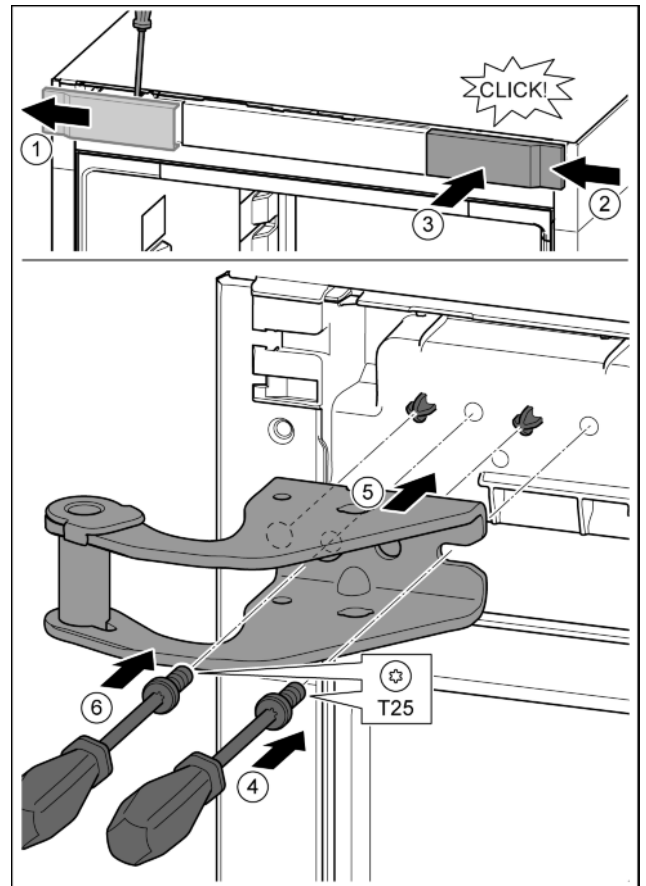

Fig. 13
- ▶ Libérer le cache avec un tournevis et le mettre de côté. *Fig. 13 (1)*
- ▶ Accrocher le cache tourné de 180° de l'autre côté à droite. *Fig. 13 (2)*
- ▶ Enfoncer le cache. *Fig. 13 (3)*
- ▶ Mettre en place la vis avec le tournevis T25. *Fig. 13 (4)*
- ▶ Mettre en place le support de palier supérieur. *Fig. 13 (5)*
- ▶ Serrer la vis. *Fig. 13 (4)*
- ▶ Mettre en place la vis avec un tournevis T25 et la serrer. *Fig. 13 (6)*